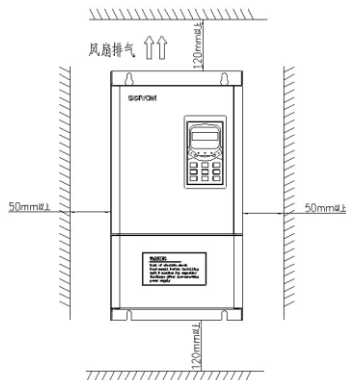
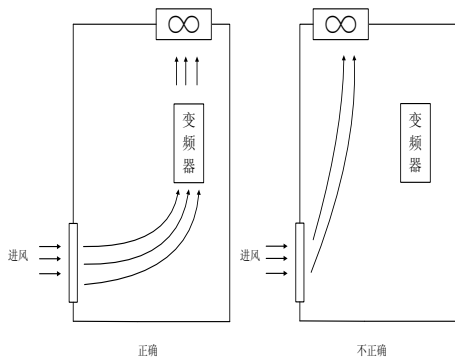

图 3-1 变频器安装间隔距离
图 3-2 变频器安装环境中通风扇位置
1) KD200 系列变频器为壁挂式变频器，应垂直安装，以利空气流通散热。变频器周围应按图 3-1 变频器安装间隔距离所示留出足够空间，变频器安装环境中通风扇位置如图 3-2 所示。